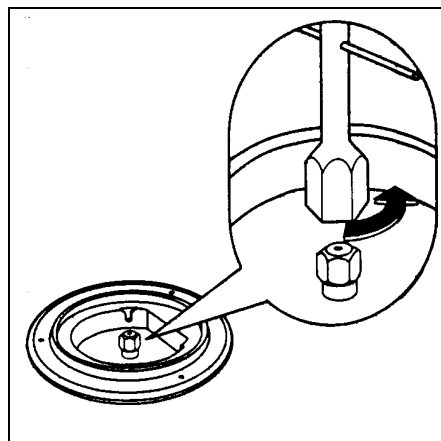

fig. 20
3. Avec une clé à douille de 7, dévissez les injecteurs (fig. 20) et remplacez-les par ceux convenant au type de gaz utilisé (voir tableau n°2).